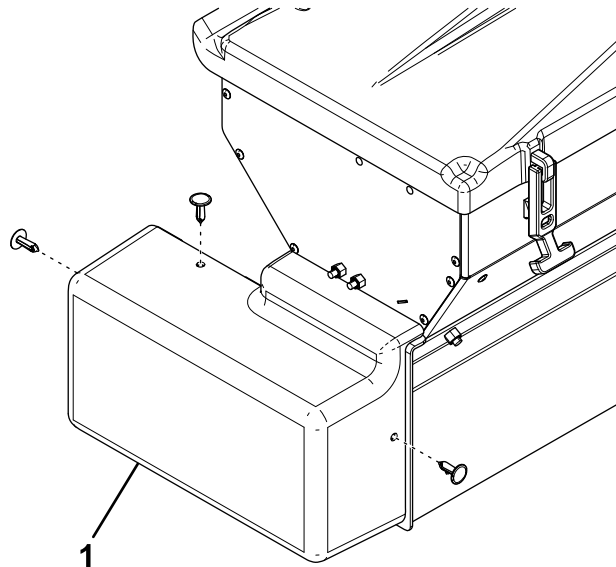

Figure 16
1. Déposez et conservez le couvercle du moteur (Figure 16).